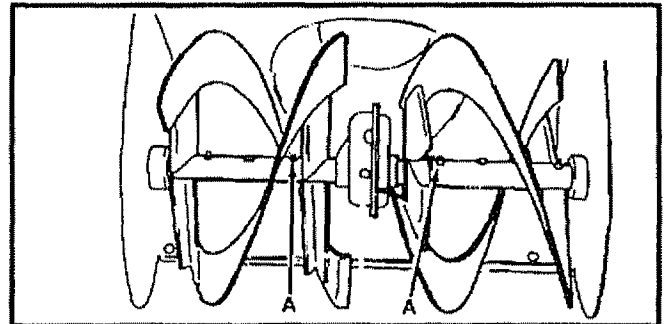

FIG. 17
- Eje de transmisión del barreno - Usando una pistola de engrase manual, lubrique los aditamentos zerk del eje de transmisión del barreno (Vea A, Fig. 17) cada diez (10) horas de operación. Cada vez que se reemplaza un perno de seguro por esfuerzo cortante (Vea "Para reemplazar el perno de seguro por esfuerzo cortante del barreno" en página 24), el barreno DEBERÁ engrasarse.